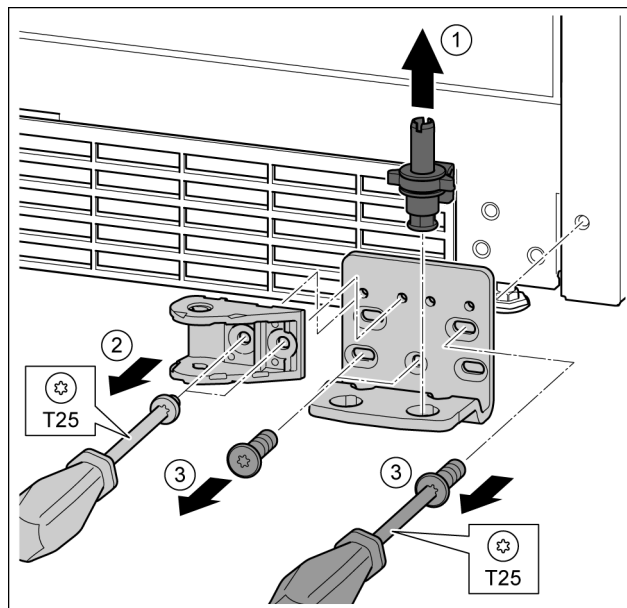

Fig. 35
- ▶ Ložiskový čep celý vytáhněte nahoru. Fig. 35 (1)
- ▶ Šroubovákem T25 vyšroubujte šrouby a sejměte spojení tlumiče zavírání. Fig. 35 (2)
- ▶ Šroubovákem T25 vyšroubujte šrouby a sejměte stojan ložiska. Fig. 35 (3)